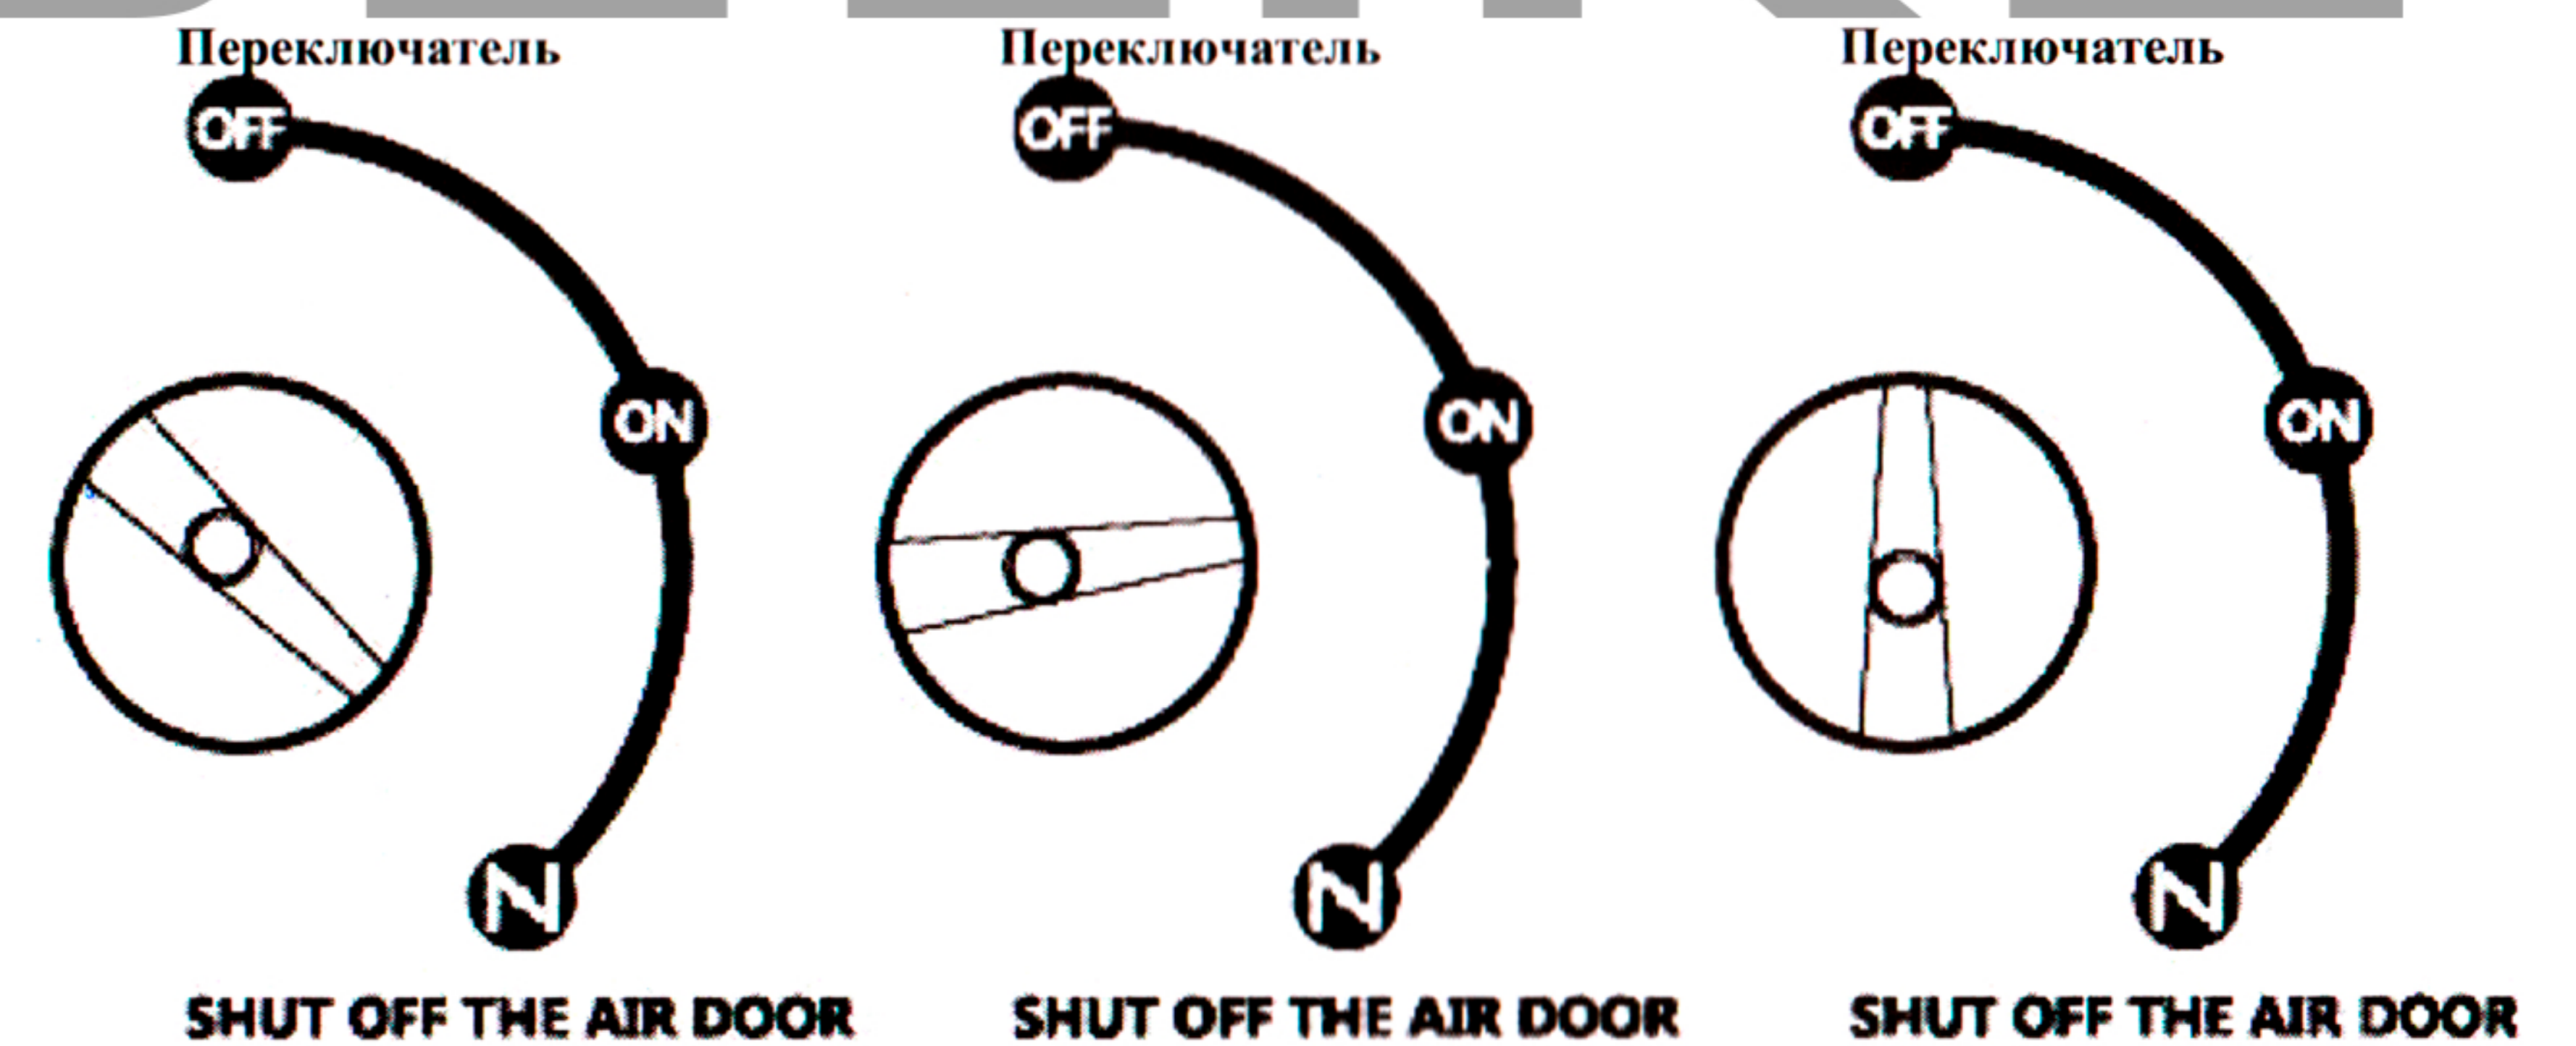

Рисунок 4 - Крышка топливного бака и топливный клапан
5. Откройте клапан сброса вакуума в верхней части крышки топливного бака (рис. 4). Поверните по часовой стрелке к позиции «ВКЛ».